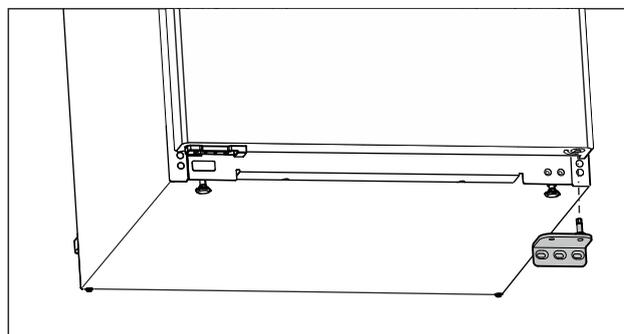

Fig. 13
- Снимите опорный кронштейн движением вниз. (см. Fig. 13)